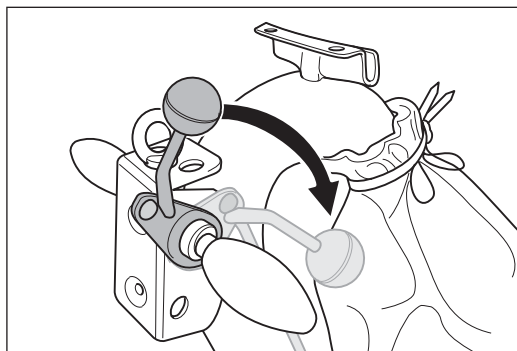

Abb. 42 Den Ablasshebel am Handgriff nach unten drücken. Dadurch wird die Schleifwalze auf den Boden abgesenkt.
- 2 Drücken Sie den Ablasshebel am Handgriff nach unten (Abb. 42) und beginnen Sie mit der ersten Schleifbahn.